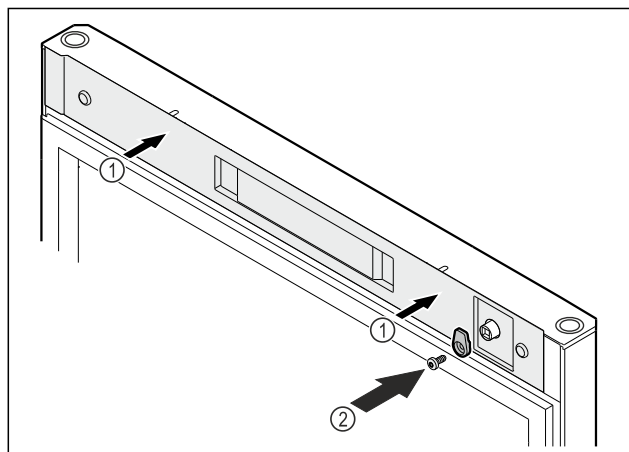

Fig. 54
- Applicare la copertura Fig. 54 (1).
- ▶ Avvitare i ganci di chiusura Fig. 54 (2).